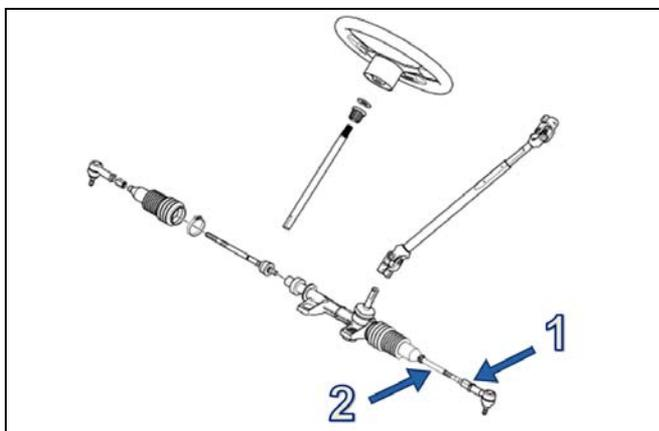

Figure 17
Pour effectuer l'ajustements sur le VTU, premièrement débloquer l'écrou (1) de chaque tige d'accouplement de la direction (2), visser ou dévisser ensuite la tige d'accouplement (2) d'un nombre de tours égal des deux côtés du véhicule. Voir la Figure 17.
NOTA: L'outil 1 utilisé à la figure 17 peut être acheté chez un concessionnaire Camoplast autorisé. La marque est Gates Corporation et le numéro du modèle est 7401-0076.